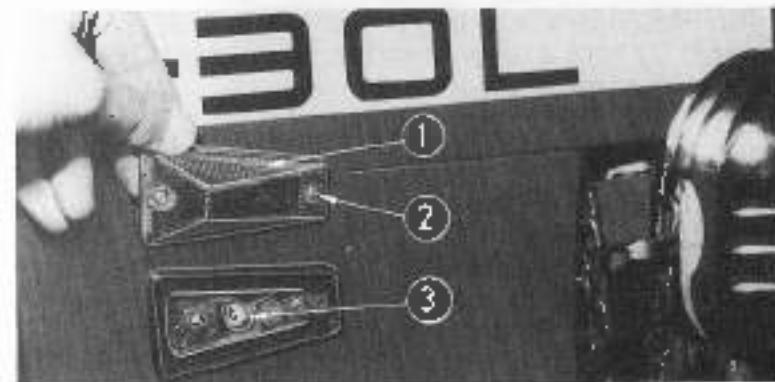

Fig. 93
- Fig. 93. Desenroscar los dos tornillos (2) y sacar el cristal (1).
- Quitar la lámpara (3) fundida del portalámparas.